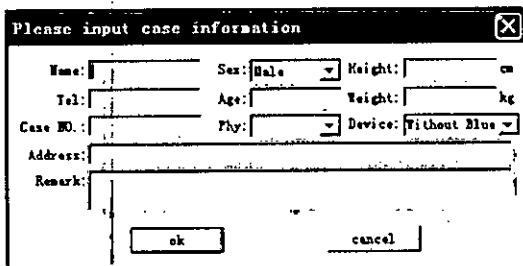

Imagen 6-19
- ◆ Modificar información del paciente del caso actual: Seleccionar el caso del que se desea modificar la información del paciente. Luego presionar el botón "Modificar paciente seleccionado". Luego de la modificación, hacer clic en el botón "OK", como se muestra en la imagen 6-19.